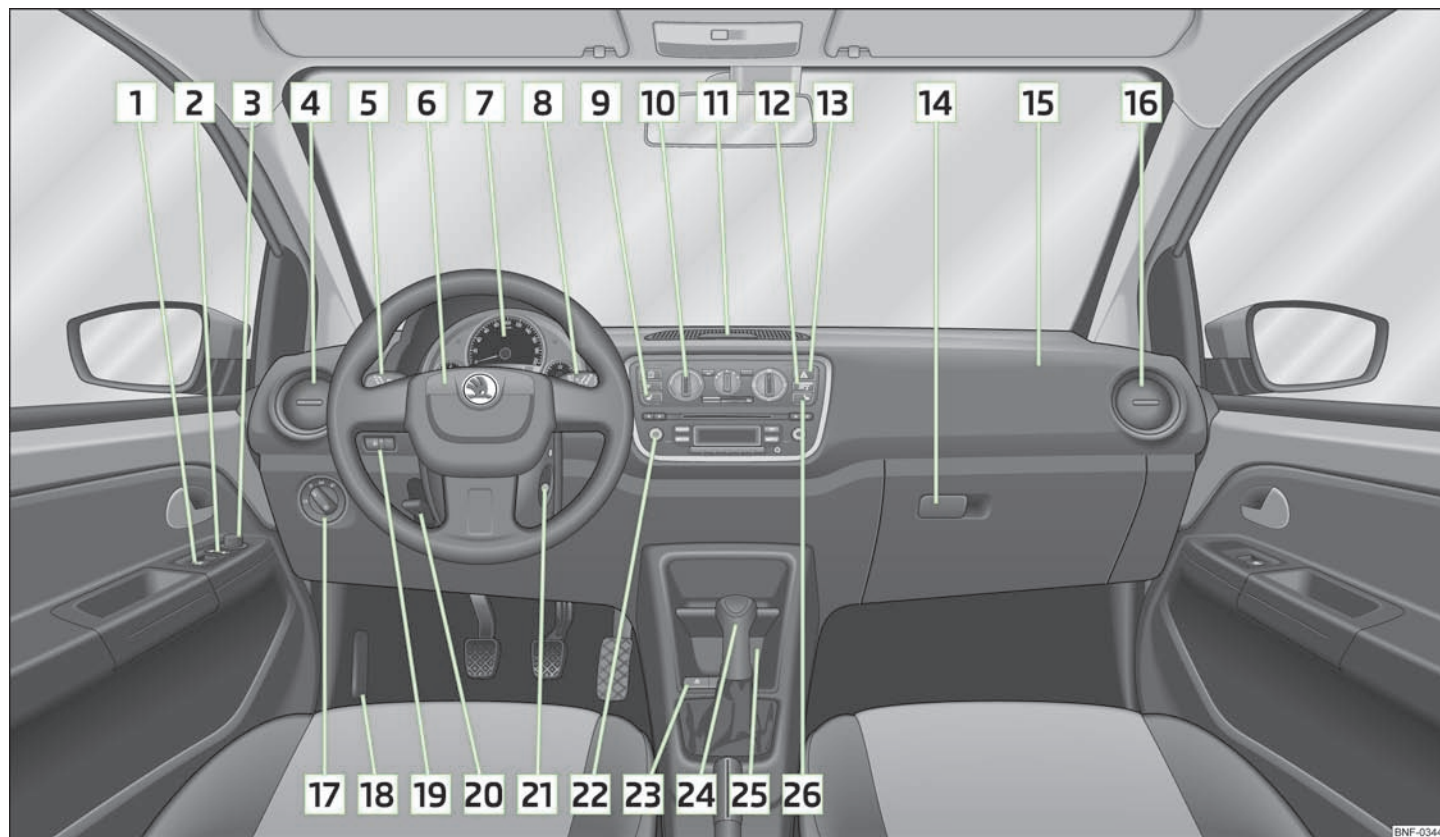

Fig. 1 Cockpit
- I højrestyrede biler afviger placeringen af betjeningssementerne delvis fra den placering, som er vist på » Fig. 1. Symbolerne er dog de samme for de enkelte betjeningssementer.